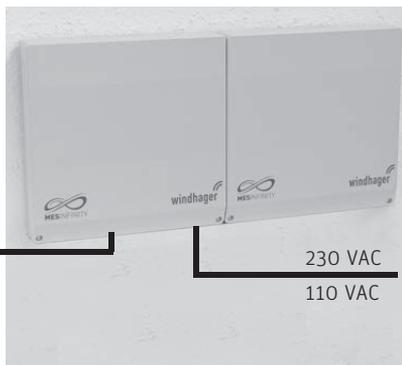

Fig. 122 Moduli funzionali (regolazione MES INFINITY) montaggio a parete
- ▶ essere montati a una parete (Fig. 122) – punto 15.1 oppure